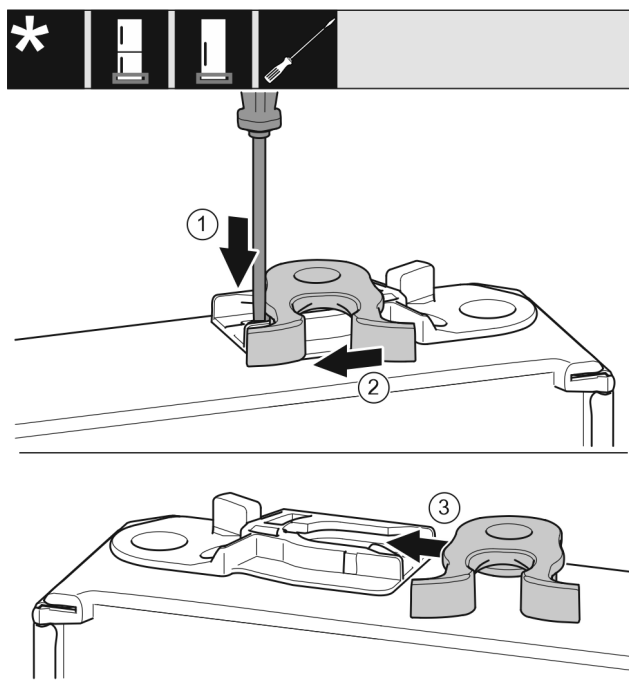

Fig. 20
- Presione hacia atrás la pestaña Fig. 20 (1) con el destornillador de punta ranurada.
- Retire el gancho de cierre Fig. 20 (2) de la guía.
- Deslice el gancho de cierre Fig. 20 (3) hacia la guía sobre el lado opuesto.